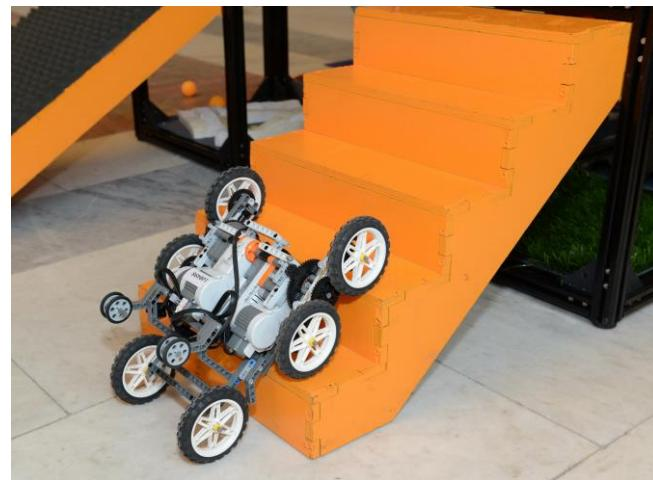

Рисунок 10 - «Лестница»
1.5.10. **Лестничный марш** – высота ступени 75 мм, ширина ступени 90 мм. (рисунок 10).